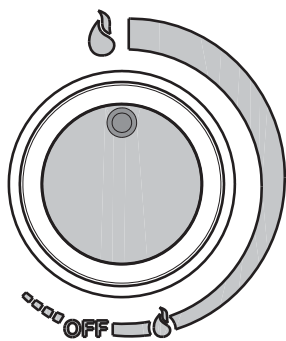

fig. 8A
- Avec le sélecteur "A" dans cette position, le chauffe-eau est allumé avec la flamme au minimum, en continuant sur la rotation, la flamme augmente jusqu'à atteindre le maximum en correspondance du symbole "🔥" (fig. 8A).